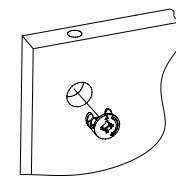

Рис.2
2. Вставить головки минификсов в соответствующие плоскостные отверстия боковины 2, 3, 4 и царги 5 (Рис. 2).